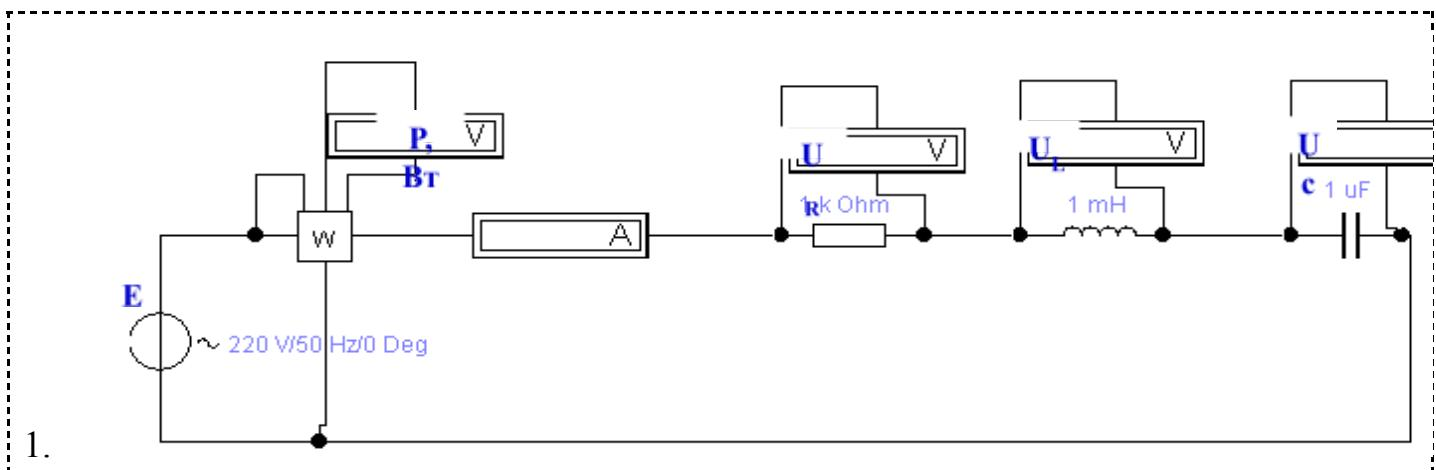
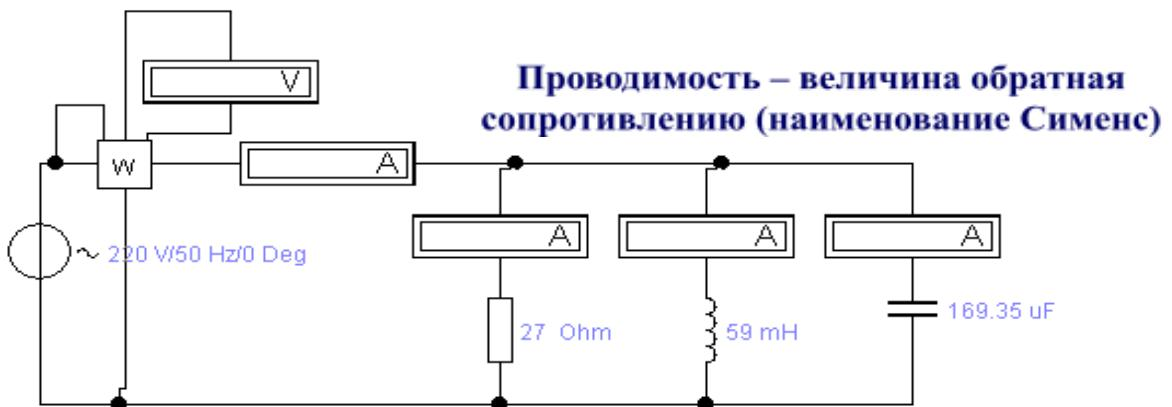

Рис.1.
Рис.2.
1. Собрать схемы с последовательным (рис.1) и параллельным (рис.2) соединением резистора, катушки и конденсатора. **При последовательном** соединении сопротивлений R , X_L , X_C и равенстве $\underline{X_L}=\underline{X_C}$ в цепи возникает **резонанс напряжений** при котором $\underline{U_L}=\underline{U_C}$.
1.4 Собрать цепь в соответствии со схемой (рис.2).